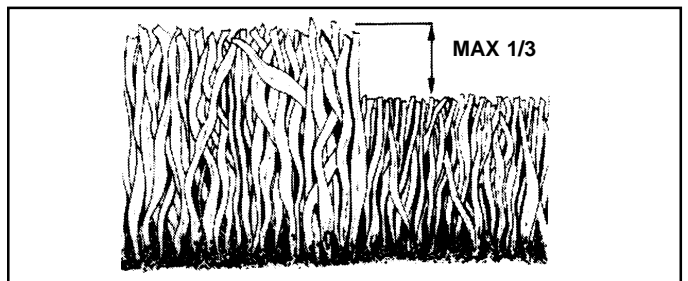

FIG. 15
- Pour les meilleurs résultats, ajustez la hauteur de coupe de tondeuse afin que la tondeuse coupe seulement le tiers du haut de l'herbe (Voyez la Fig. 15). Pour les conditions de broyer de l'herbe très difficiles, réduisez votre largeur de la coupe sur chaque passage et tondez lentement.